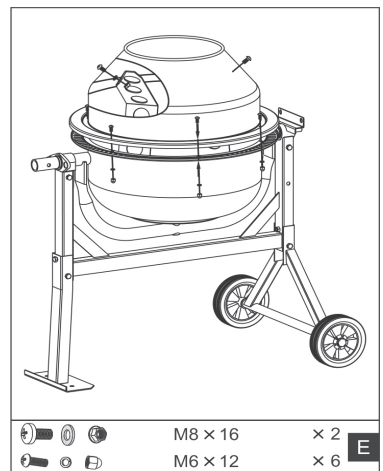

Abb.9
6. Legen Sie auf den unteren Teil der Trommel den Dichtungsring. Setzen Sie als nächstes die obere Trommeleinheit auf das untere Gegenstück. Die Pfeile an den Trommeleinheiten zeigen die richtige Positionierung der Hälften an und müssen aufeinander zeigen. Die Montageöffnungen der Mischschaufeln im Trommelinneren müssen in einer vertikalen Linie stehen. Falls nicht, lassen sich die Schaufeln nicht montieren. Verschrauben Sie die beiden Einheiten mit sechs Schrauben, Unterlegscheiben und Muttern des Typs M6 x12. Verschrauben Sie anschließend die Mischschaufeln mit der oberen Einheit der Trommel und verwenden Sie Typ M8x16 sowie jeweils eine Lederscheibe. Ziehen Sie alle Schrauben fest (E), Abb.9.